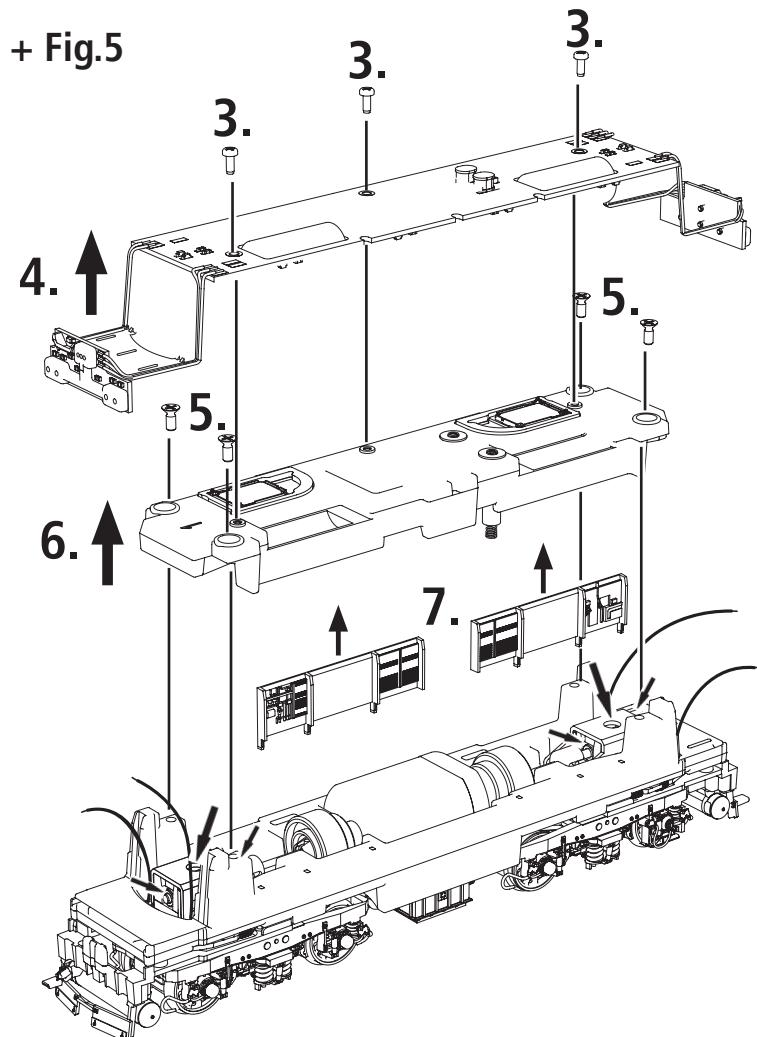

Fig. 8
**1. Reinigung der Radstromkontakte:** Radstromkontakte können auf unsauberem Schienen leicht verschmutzen. Entfernen Sie **vorsichtig** mit einem kleinen Pinsel **den Schmutz** an den in Fig. 8 gekennzeichneten Stellen.
**1. Cleaning of wheel contacts:** Wheel contacts easily get dirty on tracks which are not entirely clean. Use a small brush to **remove dirt** from spots marked in fig. 8.